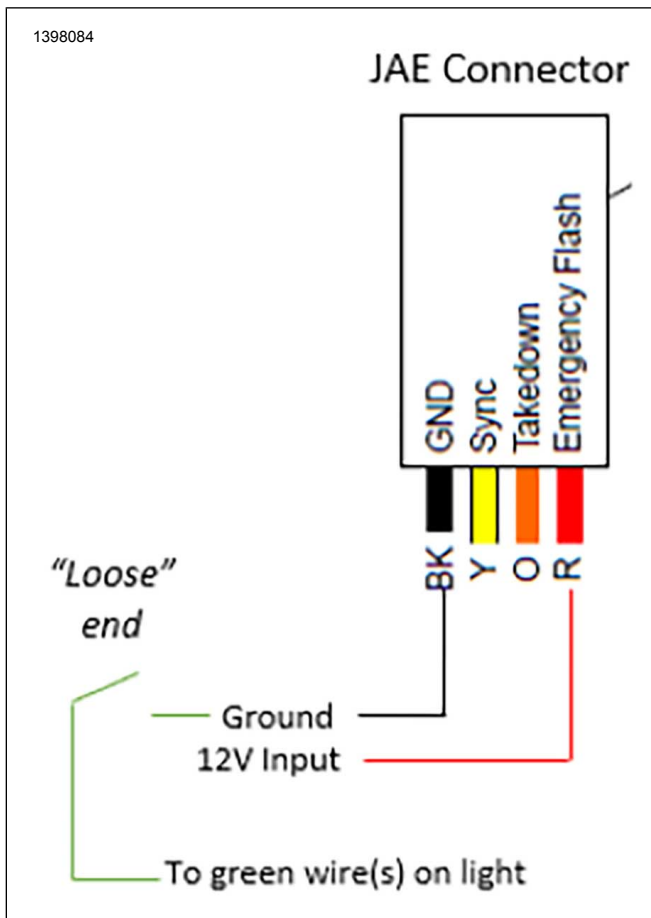

Abbildung 9. Einrichten der Farbprogrammierung
1. Siehe Abbildung 9. Eine 12-V-Stromquelle an das Leuchtenarray anschließen (erfordert ein vom Händler geliefertes Kabel).
2. Siehe Abbildung 9. Die Enden der GRÜNEN Kabel an der Leuchte abisolieren.